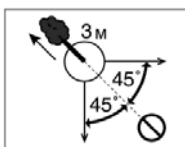

Рис. 13 Расчет пути отхода при валке
3. Когда дерево начнет падать, путь отхода должен быть направлен по диагонали в сторону, противоположную направлению падения, под углом 45 градусов. Вы должны отойти минимум на 3 метра от ствола, на тот случай, если во время падения комель дерева отскочит в сторону (Рис. 13).